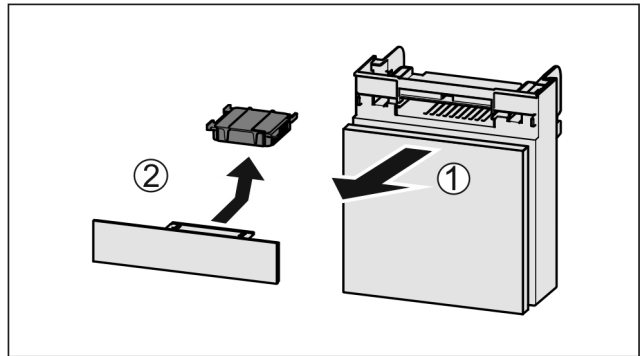

Fig. 128
- ▶ Издърпайте Fig. 128 (1) напред от отделениято.
- ▶ Извадете Fig. 128 (2) филтъра с активен въглен.